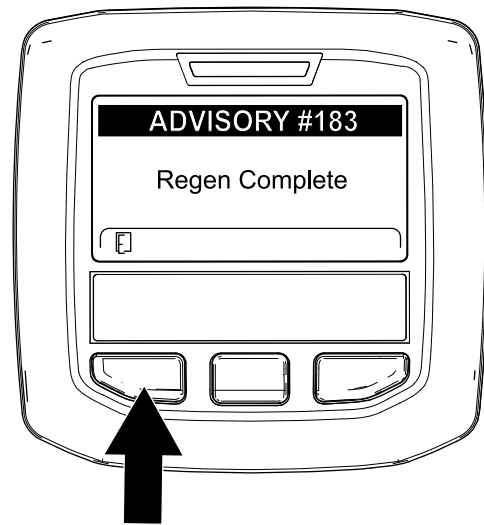

Figura 66
- Cuando el ordenador del motor finaliza una regeneración con la máquina aparcada o una regeneración de recuperación, el InfoCenter muestra ADVISORY #183 (Aviso n.º 183) (Figura 66). Pulse el botón de la izquierda para salir a la pantalla de inicio.
Nota: Si la regeneración no se realiza correctamente, el InfoCenter muestra Advisory #184 (Aviso n.º 184) (Figura 66). Pulse el botón de la izquierda para salir a la pantalla de inicio.